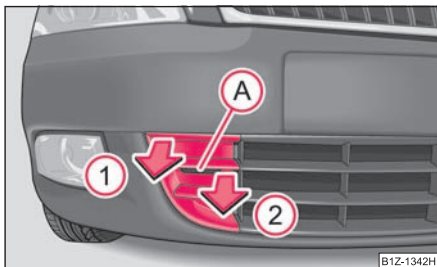

Fig. 246 Bara de protecție față: Grilajul protector
- Introduceți degetul în orificiul (A) ⇒ fig. 246.
- Trăgând în sensul indicat de săgeată (1) eliberați capacul mai întâi în partea de sus, în partea proiectoarelor de ceață.
- Apoi eliberați capacul în sensul indicat de săgeata (2) și pe partea cealaltă și scoateți-l.